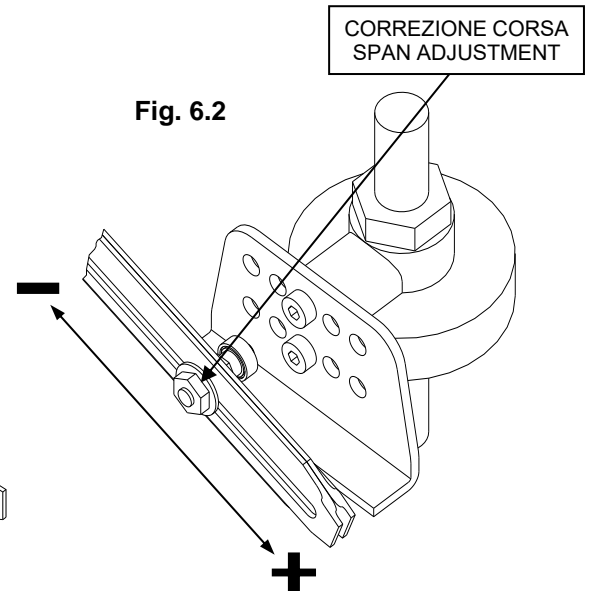

Fig. 6.2
3. Inviare un segnale di 20mA (o 15psi) e controllare che l'asta dell'otturatore compia la corsa desiderata. In caso contrario agire sul perno scorrevole (vedi Fig. 6.2). Controllare l'indicatore di corsa dell'attuatore.
3. Inject a signal of 20 mA (or 15psi) and slide the feedback lever pin such that the valve is in the fully retracted position (moving the pin towards the end of the lever increases the movement see fig. 6.2). Set the valve position indicator.